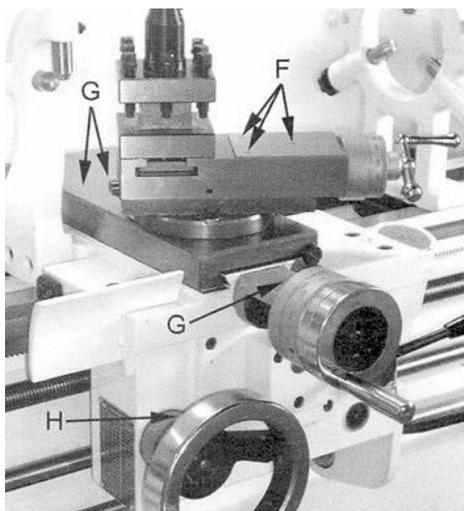

Рис. 25
- Промаслить 3 смазочных ниппеля (F, рис.25).
- Промаслить 4 смазочных ниппеля (G, рис.25).
- Промаслить смазочный ниппель (H, рис. 25)